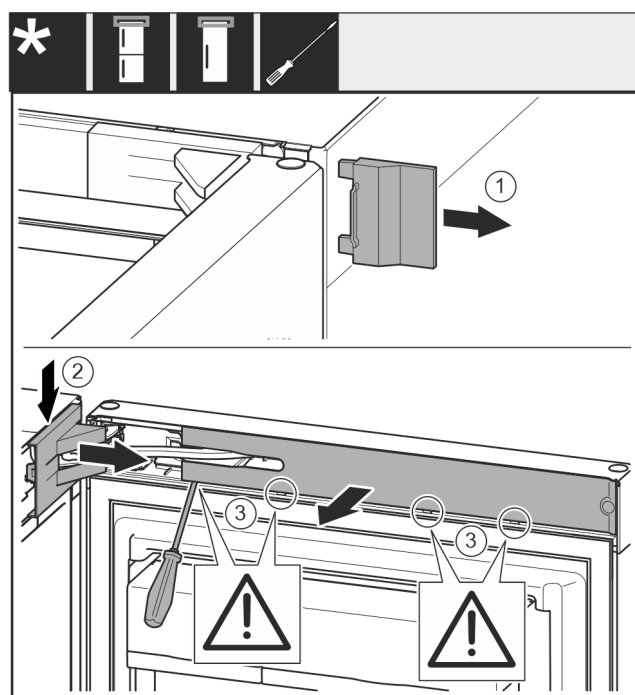

Fig. 8
- ▶ Retirar la cubierta exterior. Fig. 8 (1)
- ▶ Desencajar y soltar la cubierta del soporte de apoyo. Retirar la cubierta del soporte de apoyo. Fig. 8 (2)
- ▶ Desencajar el panel con el destornillador para tornillos de cabeza ranurada y moverlo a un costado. Fig. 8 (3)